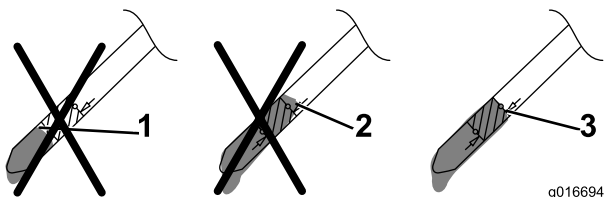

Рисунок 33
11. Выньте щуп и проверьте уровень масла по щупу, см. Рисунок 33.
- Если уровень масла слишком низкий, **медленно** залейте небольшое количество масла в маслозаливную горловину и повторите действия 9 – 11, чтобы масло достигло требуемого уровня, как показано на Рисунок 33.